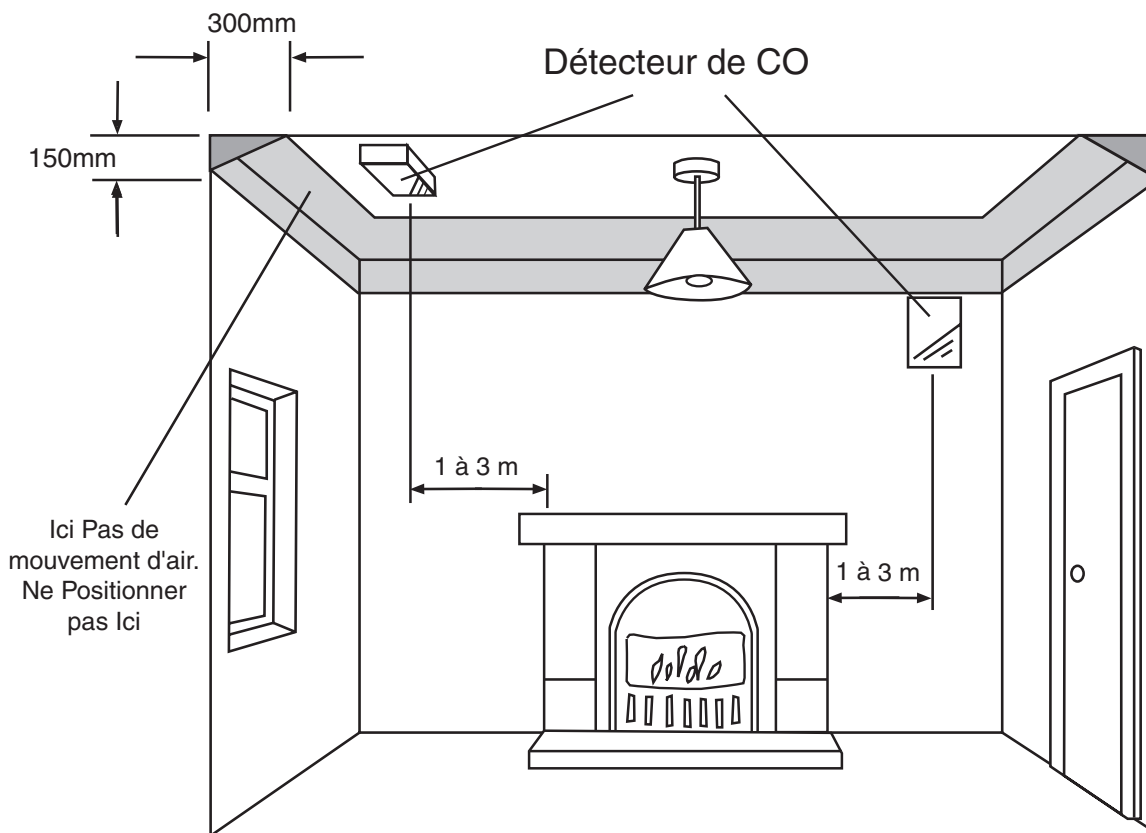

Figure 2.
4.31 Si vous installez le détecteur de CO dans une pièce contenant un appareil de combustion (voir figure 2)